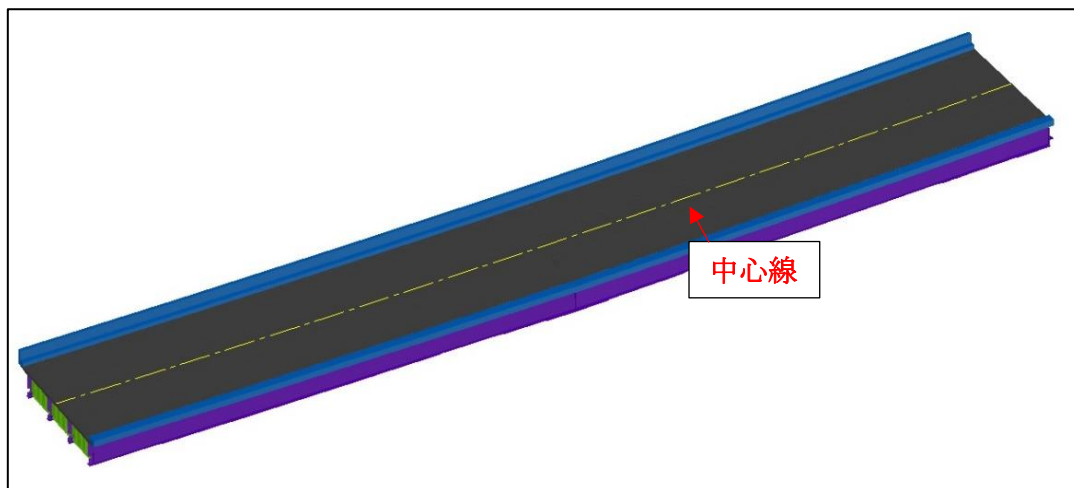

図 4-3 上部工 3DA モデルにおける道路中心線の例
2. 橋梁上部工では、補足幾何形状は構造基準線（道路中心線、構造物中心線等）が該当する（図 4-3 参照）。鋼橋の場合は主げた WEB ライン等の構造モールド線（線形図に記載されているラインと座標点）を付加する。